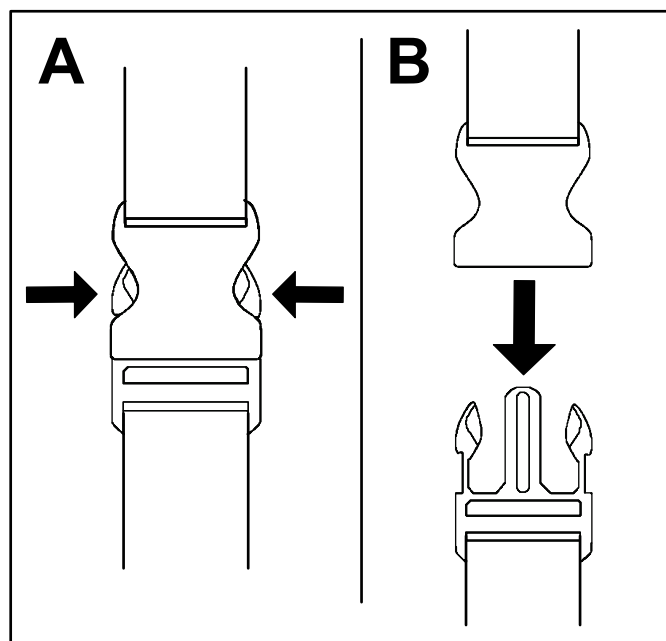

Figure 5
1. Appuyez de chaque côté de la boucle (A de Figure 5).
2. La boucle se détache toute seule (B de Figure 5).